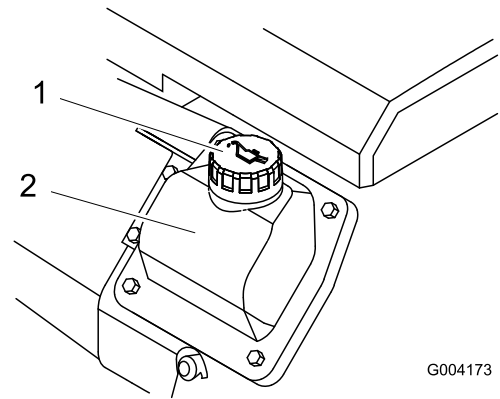

Figure 10
8. Si le niveau est bas, nettoyez la surface autour du bouchon de remplissage et enlevez le bouchon (Figure 10).